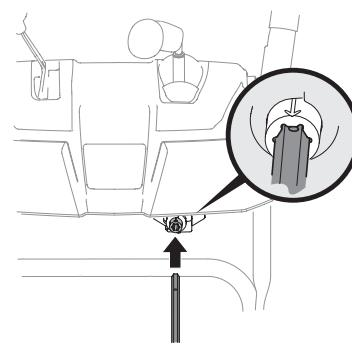

Figura 2-28
- Inserte la varilla de control del canal dentro del engranaje del piñón por debajo de la palanca de control. Asegúrese de alinear el orificio en la varilla hexagonal con la flecha en el engranaje del piñón. Consulte Figura 2-28.